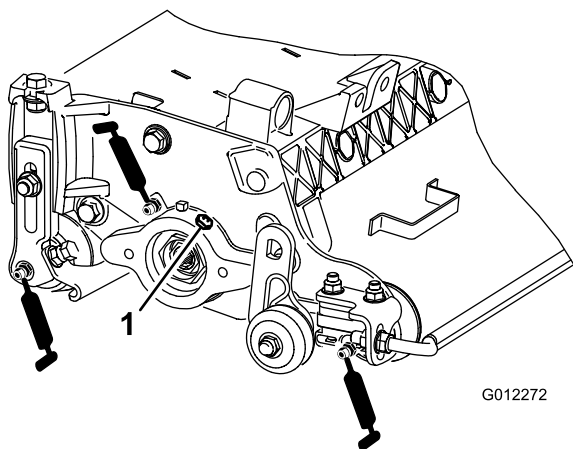

図 8
1台のカッティングユニットに6カ所のグリスポイントがありますから（図 8）、それぞれのポイントにNo.2 リチウム系汎用グリスを補給してください。
2. きれいなグリスがローラのシールやベアリングの逃がしバルブからはみ出してくるまでグリスを注入する（図 8）。